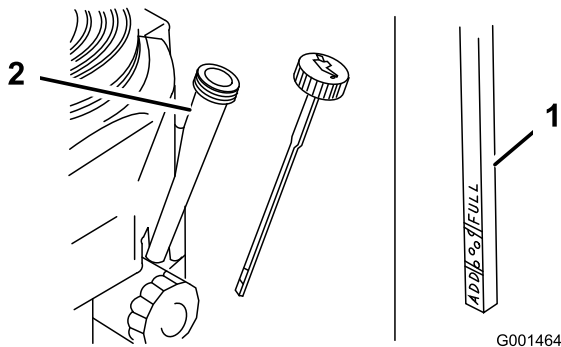

Figura 35
4. Pulite attorno all'asta di livello (Figura 35) in modo che la morchia non possa penetrare nel foro di rifornimento e danneggiare il motore.
5. Svitare l'asta di livello dell'olio e pulitene l'estremità (Figura 35).
6. Inserite a fondo l'asta di livello nel tubo di rifornimento, senza avvitarla (Figura 35).
8. Versate lentamente nel tubo di rifornimento (Figura 35) l'80% circa dell'olio indicato.